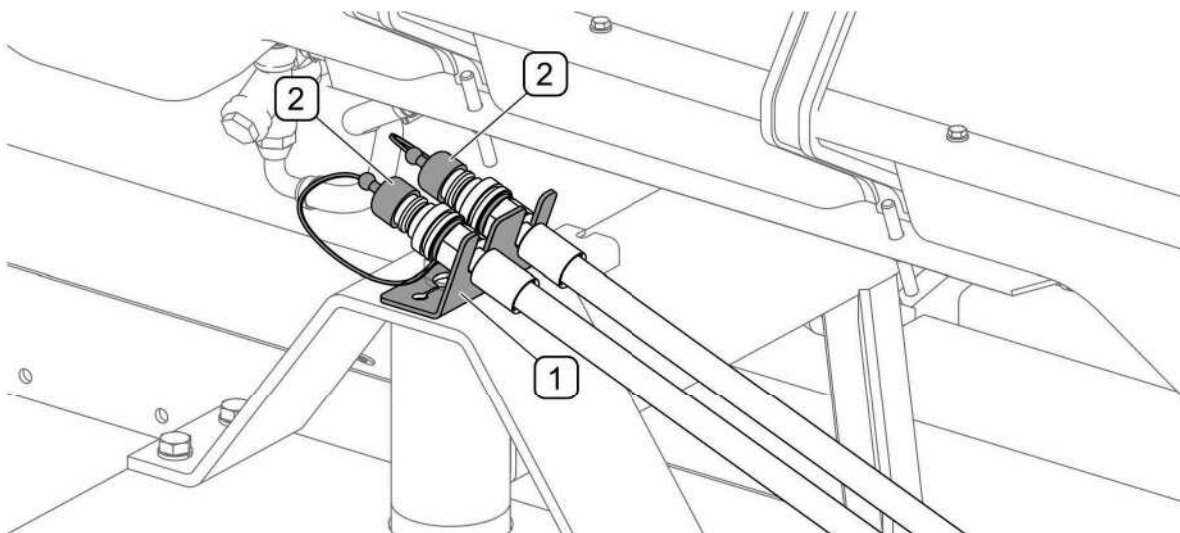

ABB. 4.13A Sicherung der Steckverbindungen nach dem Abtrennen vom Schlepper
- Die Anschlüsse der Hydraulikleitungen vom Schlepper entfernen, mit Abdeckkappen sichern und an der speziellen Halterung am Rahmen (Abb. 4.13A),